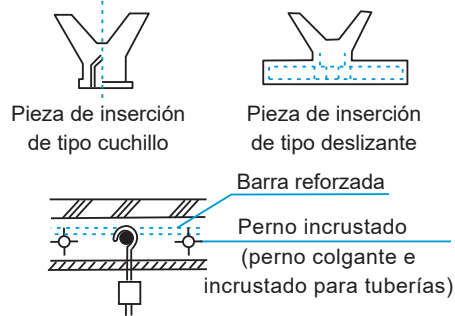

Figura 6
- Suspenda el aire acondicionado en el perno de elevación como se muestra en la Figura 6. Utilice un nivel de burbuja para encontrar la longitud y el ancho a nivel. Durante el proceso, debe ajustar repetidamente cuatro Tuercas 2 en la pluma. Esta situación puede surgir: Al asegurarse de que el aire acondicionado esté nivelado, la diferencia de altura entre la Arandela 2 de los cuatro pernos de elevación y la superficie inferior del techo puede no ser consistente, por lo que A no es uniforme. En este momento, la prioridad debe ser garantizar que el cuerpo de la unidad esté nivelado. Nivele toda la unidad hacia arriba y hacia abajo hasta que cuatro diferencias de nivel estén lo más cerca posible de A .